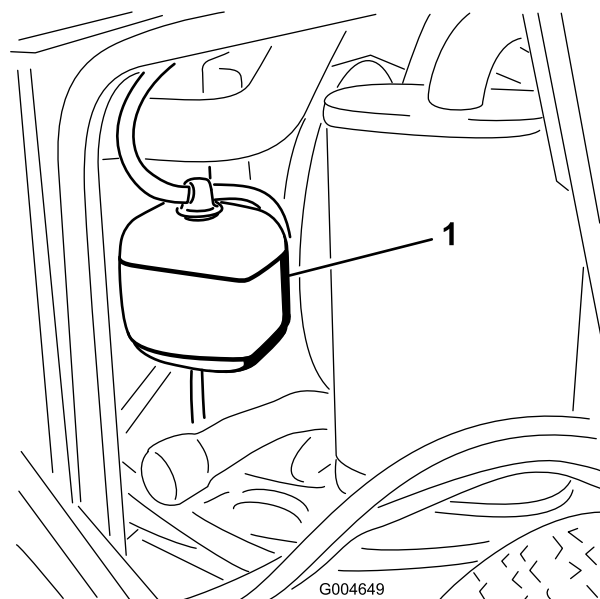

図 49
1. 液量の点検は補助タンクで行う(図49)。タンク側面についている2本のマークの間であれば適正である。